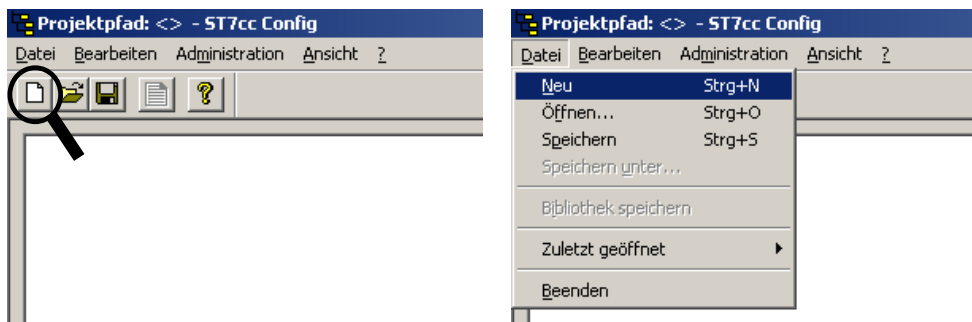

Bild 3-2 Neues Projekt anlegen über das Symbol *Neu* oder *Datei → Neu*
1. Klicken Sie auf das Symbol *Neu* (siehe Bild 3-2).